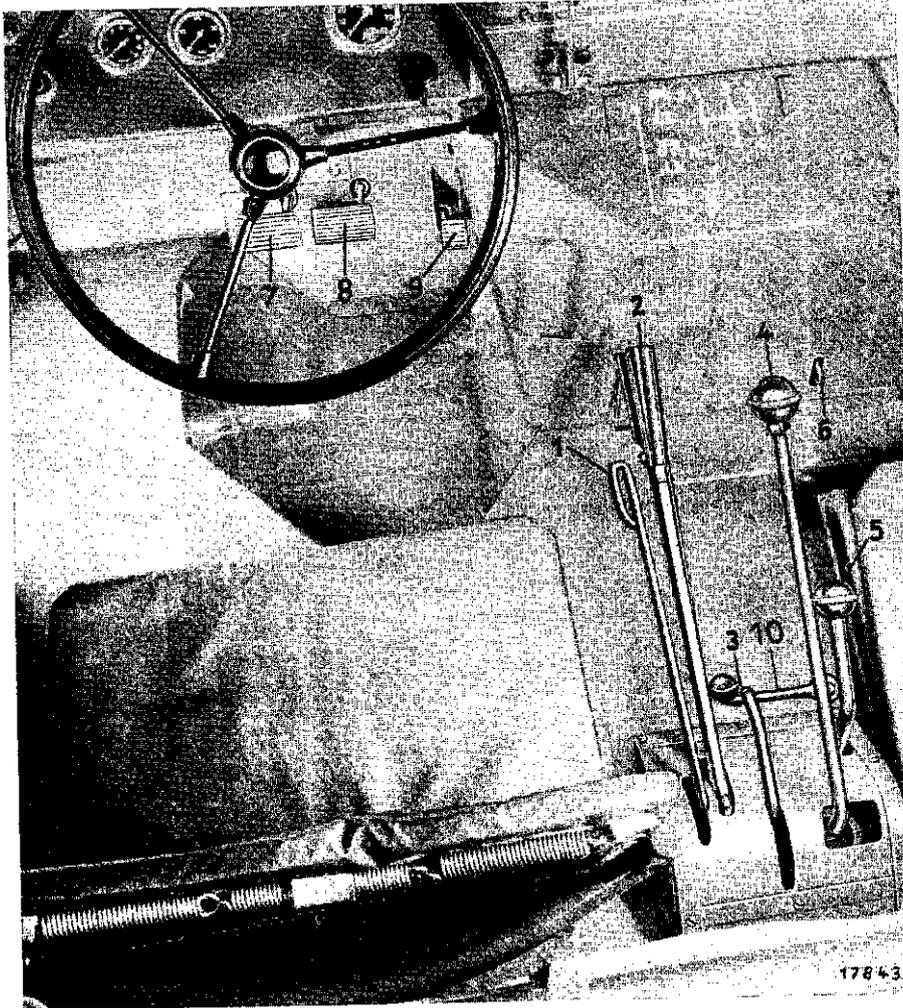

Bild 2 Fahrersitz und Bedienungshebel
4. Fahrfußhebel ganz durchtreten und gleichzeitig auskuppeln. Zuggestänge zum Stopp- und Starthebel bis zum Anschlag eindrücken, dies ergibt erhöhte Kraftstoff-Einspritzung. Bei betriebswarmem Motor braucht nicht gedrückt zu werden (Bild 2 Nr. 6).
Zuggestange zum Stopp- und Starthebel (Bild 2 Nr. 6) ziehen; Motor bleibt stehen. Bei heilem Kühlwasser von  $90$  bis  $95^\circ \text{ C}$ , z. B. nach einer Bergfahrt, soll der Motor nicht sogleich abgestellt werden, sondern noch ein bis zwei Minuten mit etwas erhöhter Leerlaufdrehzahl weiterlaufen, damit das Kühlwasser im Umlauf bleibt und nicht ausgeworfen wird. Besondere Anweisung bei Frostgefahr siehe Seite 20.
Zur **Rückwärtsfahrt** wird in den Stellungen 1 oder 2 des Hauptschalthebels der kleine Rückwärtshebel (Bild 2 Nr. 5) bei gleichzeitigem Auskuppeln zurückgelegt. Bei wiederholtem Vor- und Zurückstoßen kann der Hauptschalthebel in Stellung „1“ oder „2“ stehen bleiben und nur mit dem kleinen Rückwärtshebel vor- und zurückgeschaltet werden. In den Stellungen  $3/4$  und  $5/6$  ist der Rückwärtshebel in Stellung „vorwärts“ blockiert, ebenso ist bei Rückwärtsstellung des kleinen Hebels ein Durchschalten auf die Gänge 3 bis 6 nicht möglich. Der Schalthebel für Rückwärtsgang darf nur bei stillstehendem Fahrzeug betätigt werden.
Kupplung bei Leerlauf des Motors auskuppeln, in dieser Stellung verharren und folgende Schaltvorgänge durchführen (siehe Bild 2):